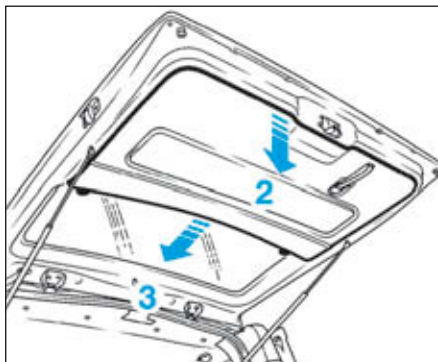

FIG.71
- Déclipper la garniture en (2) puis en (3) (Fig.71).
- Clipper la garniture en (3) puis en (2) (Fig.71).